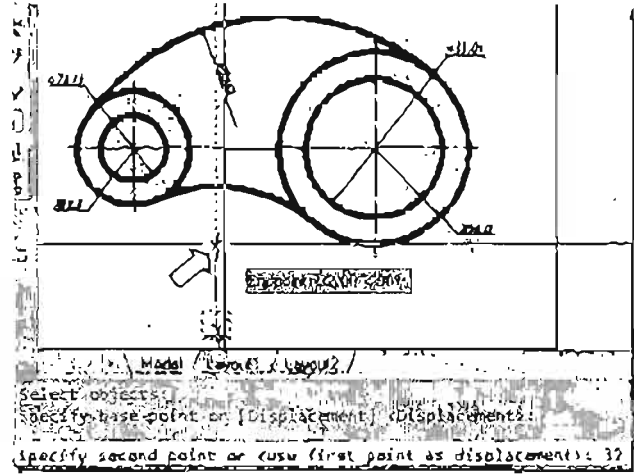

Рис. 5.54. Перемещение маркера центра
- 2) командой MOVE (ПЕРЕМЕЩЕНИЕ) в режиме ORTHO переместите маркер центра на новое место (ближе к дуге примерно на 32 мм) (рис. 5.54);